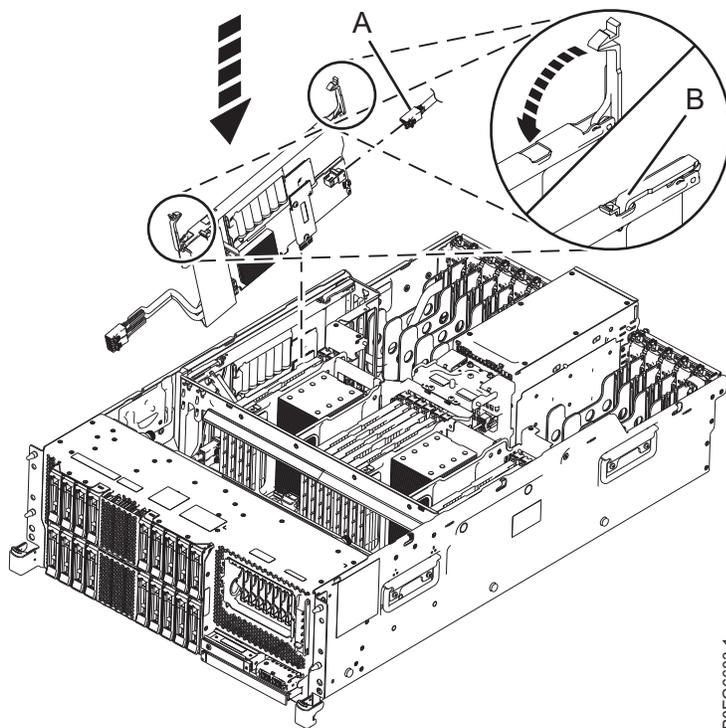

Figura 4. Substituindo o adaptador RAID SAS interno
2. Conecte o cabo SAS na porta do conector frontal no adaptador interno SAS RAID. Empurre o conector até que a trava do conector se encaixe. O fim do cabo que possui os plugues de rótulo de manufatura no painel traseiro da unidade de disco. Consulte o Figura 4 na página 7.
4. Reconecte o cabo SAS traseiro (A) ao conector posterior do adaptador SAS RAID, se o cabo estiver presente.
6. Empurre as alças azuis (B) na direção que é mostrada. Consulte o Figura 4 na página 7.